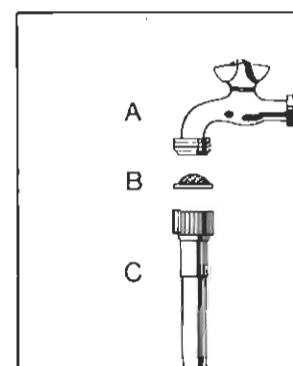

Fig. 10
Il tubo di entrata acqua C (Fig. 10) in dotazione alla macchina, rende possibile il collegamento ad un rubinetto con bocca filettata da 3/4". Durante il montaggio sono da rispettare le seguenti istruzioni:
- avvitare per primo il tubo al rubinetto dell'acqua fredda, applicare in mezzo il filtro B (Fig. 10) in dotazione alla macchina;
The water inlet hose C (Fig. 10) supplied with the appliance permits hooking up to a faucet with 3/4" threaded orifice.
- first screw the hose to the cold water faucet when doing so insert filter B (Fig. 10) which comes with the appliance;
Le tuyau (C) (Fig. 10) fourni avec la machine permet le raccord à un robinet fileté 3/4".
Avant de visser le tuyau au robinet (A), placer entre les deux le filtre (B) (Fig. 10), fourni également.
El tubo (C) (Fig. 10) que va junto con el aparato permite la conexión a un grifo de rosca de 3/4". Antes de enroscar el tubo al grifo (A) colocar entre los dos el filtro (B) (Fig. 10).
O tubo de entrada de água C (fig. 10), fornecido com a máquina, permite a ligação a torneira de 3/4" rosca. QUando proceder a instalação da máquina, deverá seguir as instruções seguintes:
Antes de aparafusar a extremidade do tubo na torneira de água fria, coloque o filtro especial B (fig. 10) fornecido com a máquina.